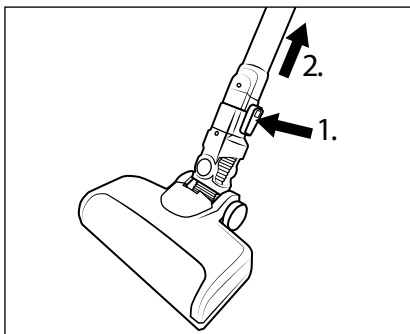

Fig. 12
- ♦ Pour retirer la brosse de sol **22** du tube d'aspiration **24**, maintenez la touche de déverrouillage de la brosse de sol **23** enfoncée et retirez le tube d'aspiration **24** de la brosse de sol **22** (voir fig. 12).